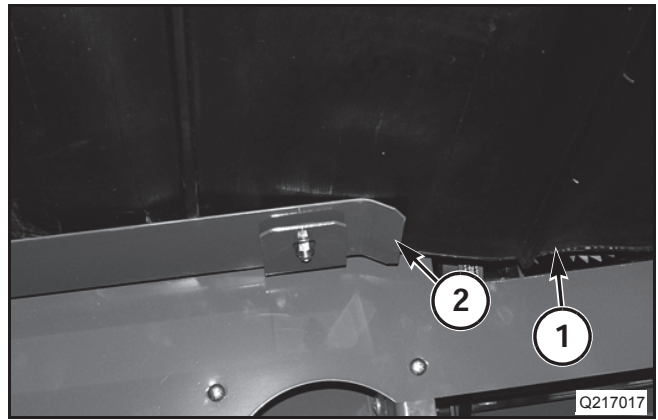

FIG. 21
FIG. 21: Bajo la plataforma, instale la extremidad de la lona (draper) (1) entre los soportes de la lona (draper) (2) y los brazos de flotación. Deslice la lona (draper) en la dirección del centro de la plataforma.